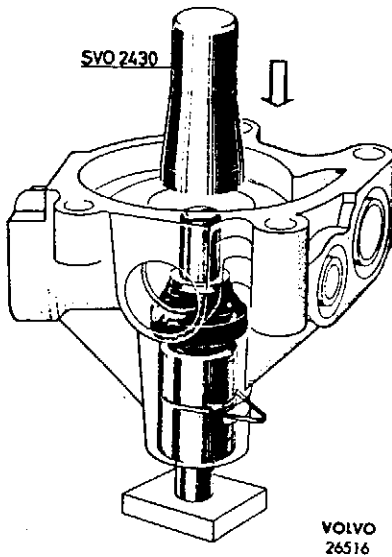

Abb. 79. Einbau des Dichtungsringes
2. Den Dichtungsring mit dem Dorn SVO 2430 lt. Abb. 79 anbringen. Dichtungsfläche zum Rad mit Molybdändisulfit, das mit Rotspiritus vermischt ist, bestreichen.